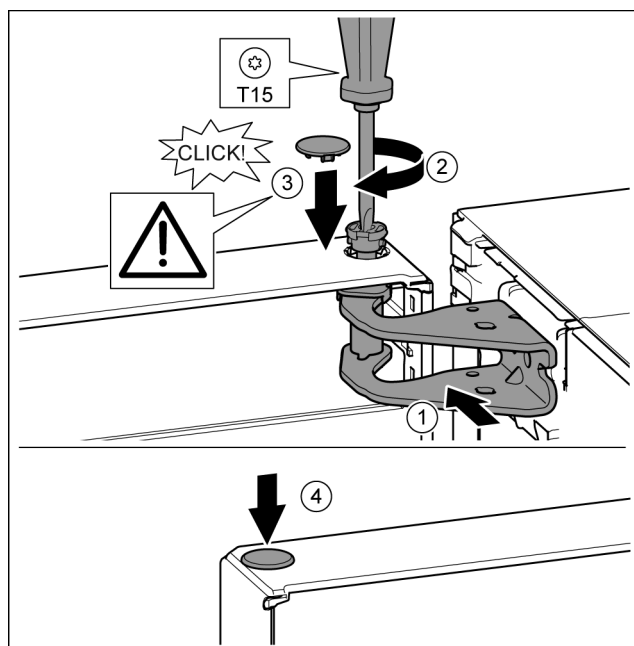

Fig. 40
- ▶ Дверь сверху выровнять по отверстию в опорном кронштейне. Fig. 40 (1)
- ▶ Вставить палец и затянуть отверткой T15. Fig. 40 (2)
- ▶ Установить предохранительную крышку для защиты двери: вставить предохранительную крышку и проверить, прилегает ли она к двери. В ином случае вставить палец полностью. Fig. 40 (3)
- ▶ Вставить заглушку. Fig. 40 (4)